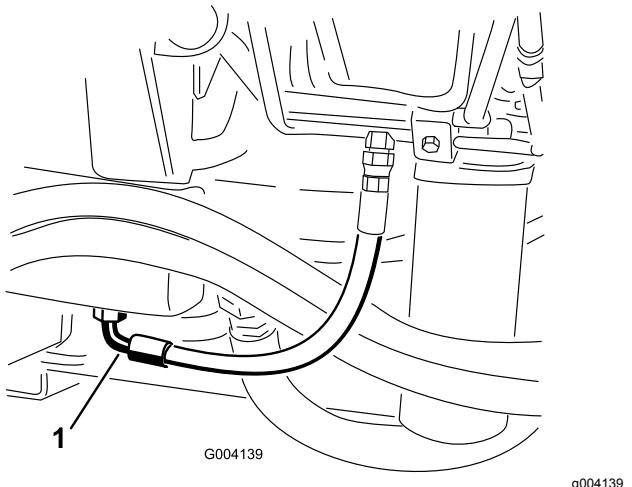

Рисунок 86
2. Установите большой сливной поддон под штуцер, находящийся в нижней части бака с гидравлической жидкостью (Рисунок 86).